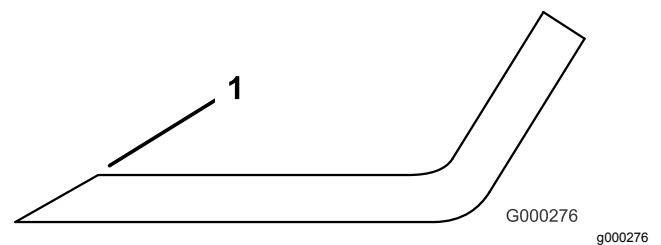

Figura 131
3. Esaminare l'affilatura di tutte le lame e affilate se risultano smussate o scheggiate (Figura 131).
Nota: Affilate soltanto la parte superiore del tagliente e mantenete l'angolo di taglio originale per garantire l'affilatura (Figura 131). La lama resta bilanciata soltanto se viene rimossa una quantità uguale di metallo da entrambi i taglienti.